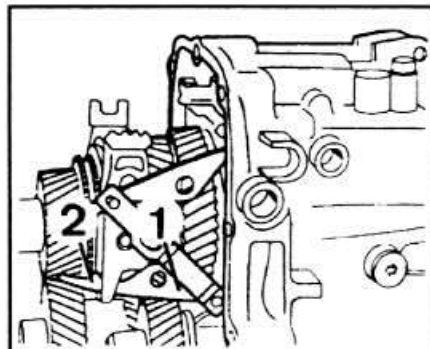

Рис. 5-28. Установка рычага фиксатора:
- Ввести рычаг фиксатора в зацепление с вилками переключения I-II и III-IV передач (рис. 5-28).